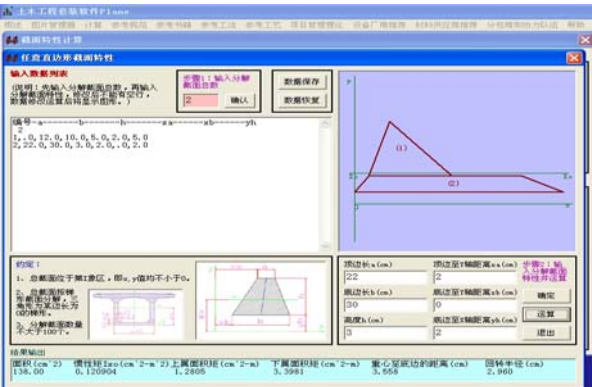

图 9
7. 程序可进行**典型截面**和**任意截面特性**计算，输出截面**面积**、**惯性矩**、**面积矩**、**形心位置**、**回转半径**，见图 9。